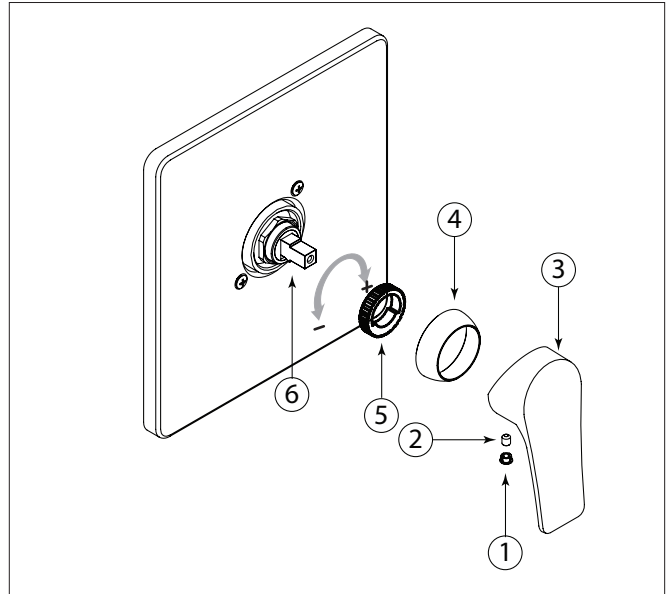

Fig. 10
The highest temperature needs to be set at or under 120°F (49°C). It can be adjusted as follows: remove the decorative cap (1), the set screw (2), the handle (3) and the dome cap (4) (Fig. 10). Pull out the temperature limiting ring (5) from the cartridge (6). Gradually rotate it to the left to lower the highest temperature setting or towards the right to increase it. When temperature is set, reinstall components by reversing above steps.
La température maximale doit être réglée à 120°F (49° C) ou moins. Pour faire l'ajustement : retirer le cache-vis (1), la vis de retenue (2), la poignée (3) ainsi que le capuchon en dôme (4) (Fig. 10). Ensuite, retirer la bague de limite de température (5) de la cartouche (6). Tourner l'anneau graduellement vers la gauche pour diminuer la température maximale et vers la droite pour l'augmenter. Lorsque la température souhaitée est établie, réassembler les composants en inversant les étapes ci-dessus.